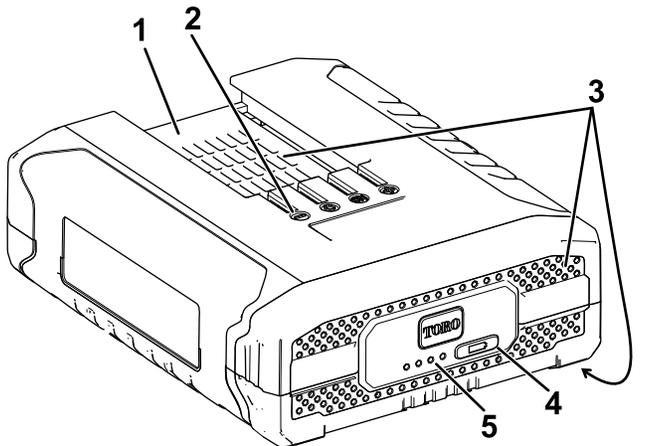

Figura 11
2. Alinee el hueco de la batería (Figura 11) con la lengüeta del cargador.